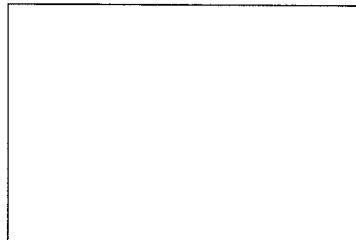

Abb. 3: Akku aufladen mit optionaler Ladestation CU 40
3.2 Betrieb mit Akku (siehe Abb. 3)
Zum Aufladen des Akkus brauchen Sie nur den Sender (1) wie in Abb. 3 gezeigt in die optionale Ladestation CU 40 (2) zu stellen.